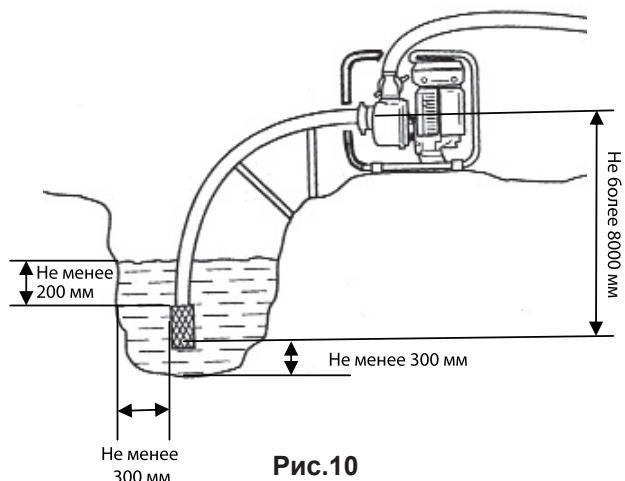

Рис.10
1. Установить мотопомпу вблизи водоема(емкости) на твердую ровную горизонтальную поверхность, опустить фильтр всасывающего рукава в водоем, обеспечив вертикальное положение фильтра и необходимые расстояния, как показано на рис. 10.
Для надежной работы всасывающей магистрали рекомендуется утяжелить конец всасывающего рукава в районе фильтра дополнительным грузом и в процессе работы (и особенно при запуске помпы) периодически проверять, чтобы всасывающий рукав с фильтром находился в вертикальном положении (Рис.10).